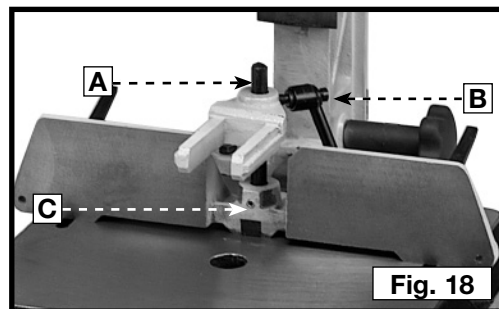

Fig. 18
- Desserrer le bouton de retenue (B), fig. 18, et retirer la pièce. Desserrer la vis de calage (C) et retirer la tige de retenue (A). La remplacer par la longue tige de retenue. Serrer la vis de calage (C). Placer la pièce de retenue (B) sur la tige de retenue et serrer la poignée de retenue (B).